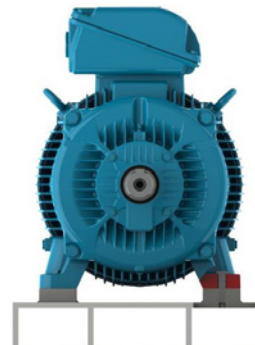

Рисунок 6.3 – Двигатель, установленный на металлическом основании
- Металлических основаниях: обычно используются для малогабаритных двигателей (см. рис. 6.3).